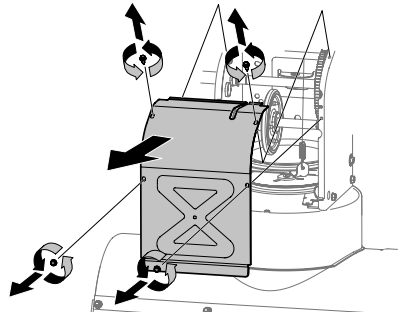

Figure 69
3. Quite la cubierta del bastidor de la parte inferior extrayendo los tornillos autorroscantes (Figure 69).
- Quite la cubierta del bastidor de la parte inferior extrayendo los tornillos autorroscantes (Figure 69).
- Quite la cubierta del bastidor de la parte inferior extrayendo los cuatro tornillos autorroscantes (Figure 69).
- Usando los cuatro tornillos autorroscantes, vuelva a instalar la cubierta del bastidor (Figure 69).